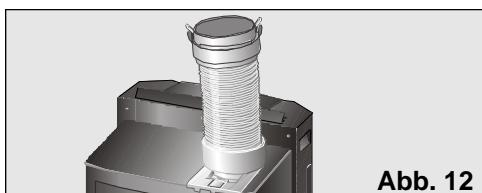

Abbildung 12
- Ziehen Sie die Fensterdüse ab und bringen Sie den Abluftschlauch in die Stellung, die in **Abbildung 12** dargestellt ist.